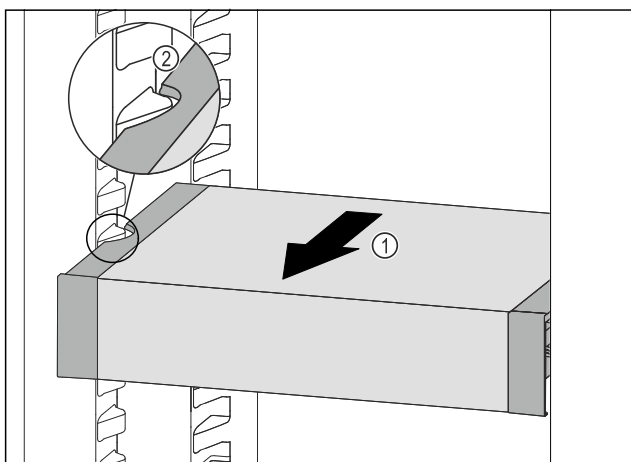

Fig. 128
- ▶ Táhněte VarioSafe dopředu Fig. 128 (1), dokud nebudou boční vybrání VarioSafe na úrovni žebrování na nádoby v chladničce. Fig. 128 (2)